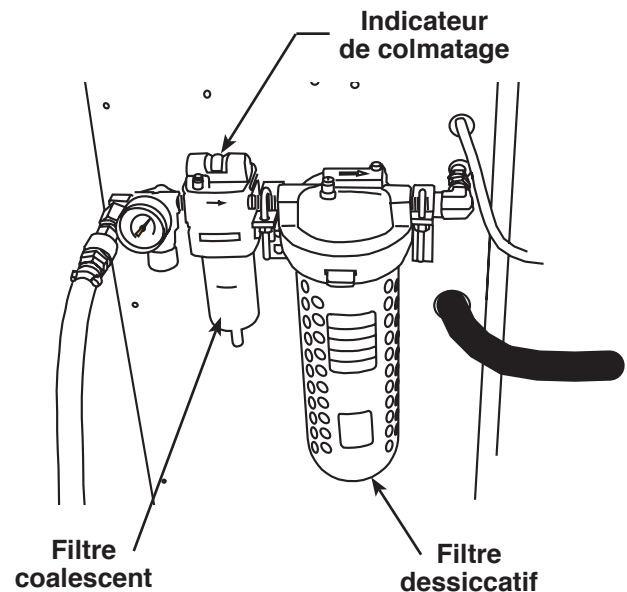

Figure 14
3. Retirez la cloche / le dispositif de protection du boîtier du filtre coalescent en poussant la cloche vers le corps du boîtier, en faisant tourner la cloche CCW (dans le sens inverse des aiguilles d'une montre), puis en la poussant vers le bas. Voir la figure 14.